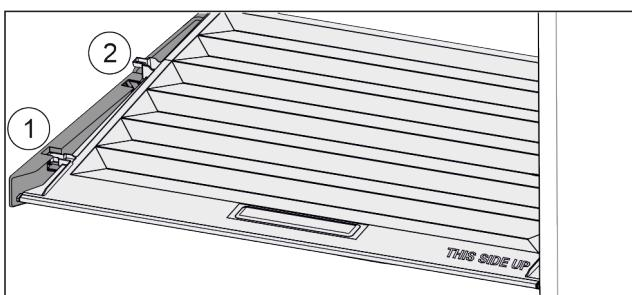

Fig. 22
- Издърпайте напред Fig. 22 (1) капака до отвора в задържащите части.
- Повдигнете го отзад отдолу и отстранете Fig. 22 (2) нагоре.